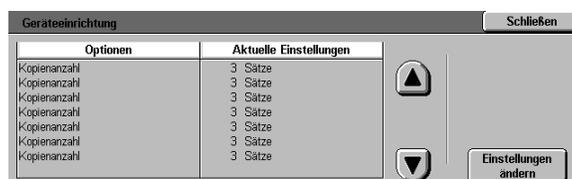

Abb. 36: Geräteeinrichtung
- 1 Im Bildschirm "Hilfsprogramme" **Geräteeinrichtung** wählen. Der Bildschirm "Geräteeinrichtung" erscheint (s. Abb. 36).